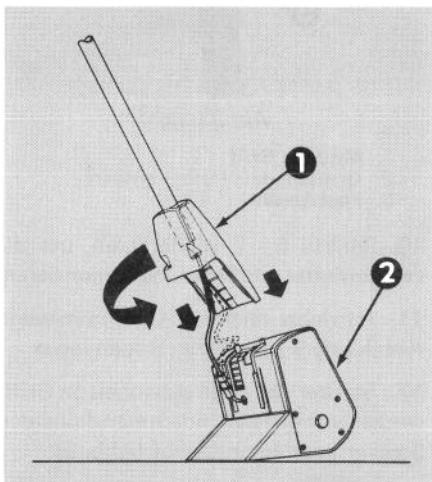

Abbildung 6
13. Antriebseinheit so stellen, dass der Griffholm eingefügt und eingesteckt werden kann (Abb. 6). Griffholm im Uhrzeigersinn 1-1/2 Drehungen drehen, bis Antriebseinheit und Griffholm passend ausgerichtet sind.